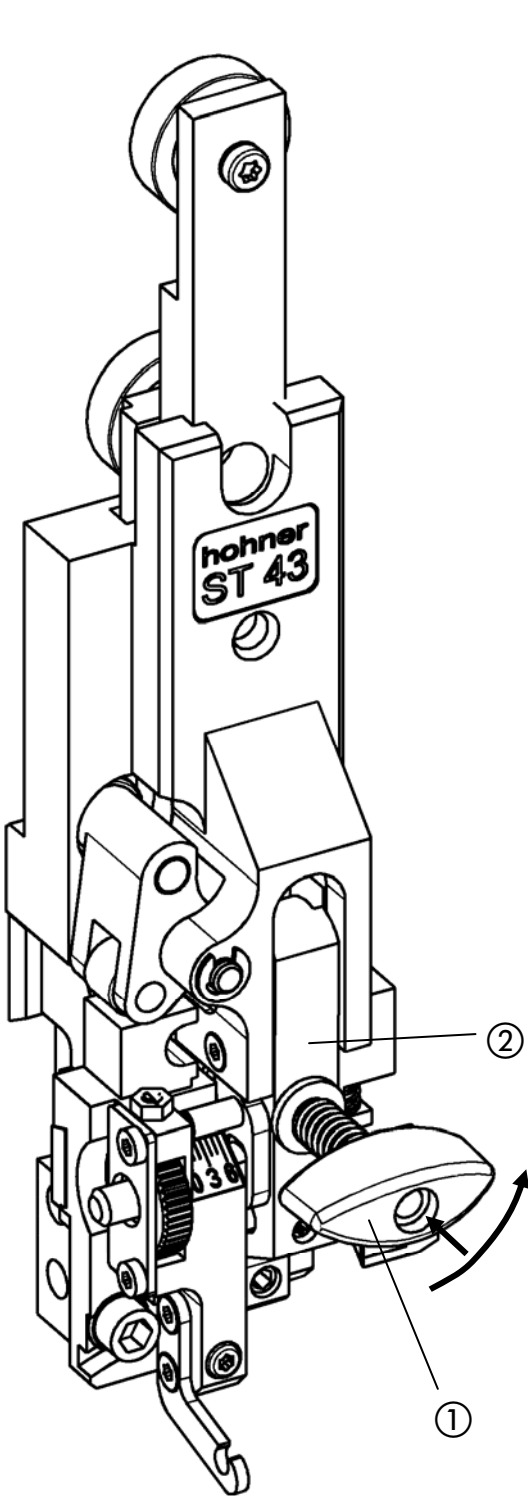
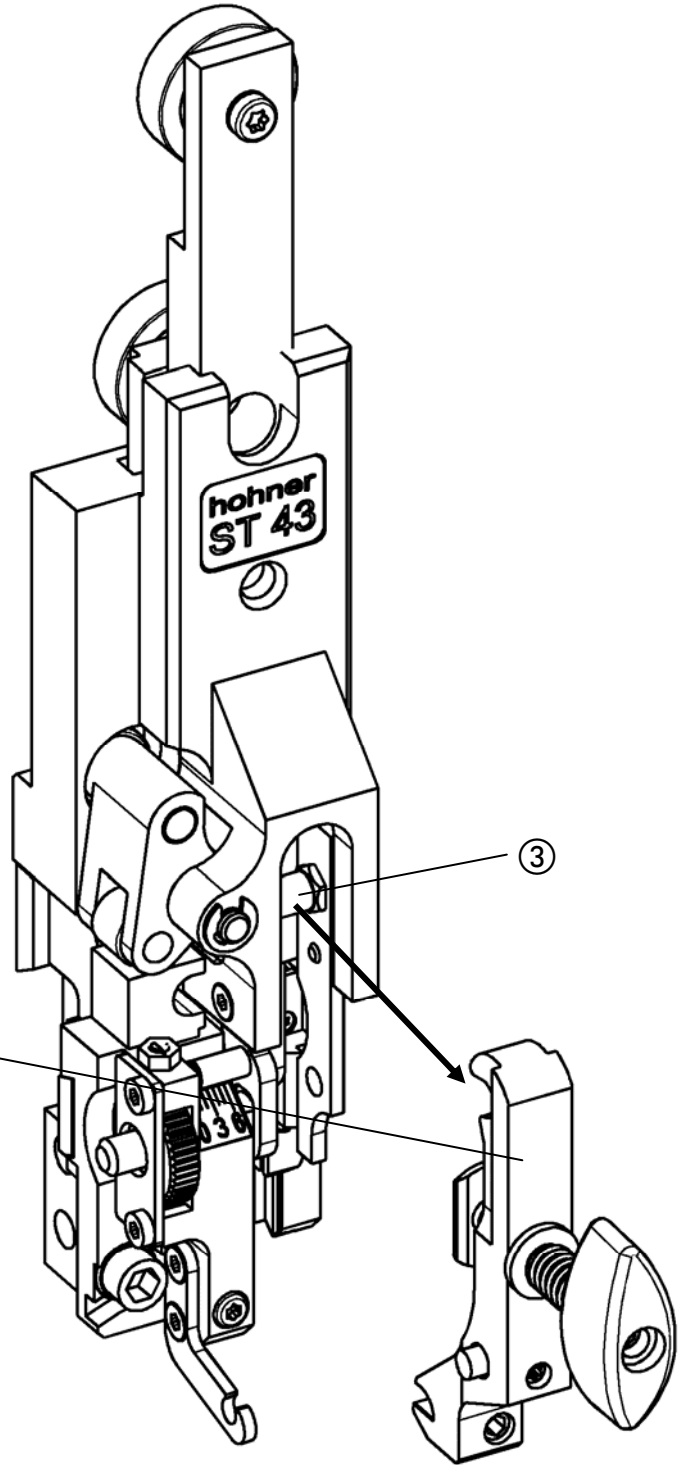

Abb. 18
Abb. 19
- Abb. 18, Abb. 19 -
- Spanngriff ① leicht eindrücken und um 90° drehen. Former ② nach vorne herausnehmen.